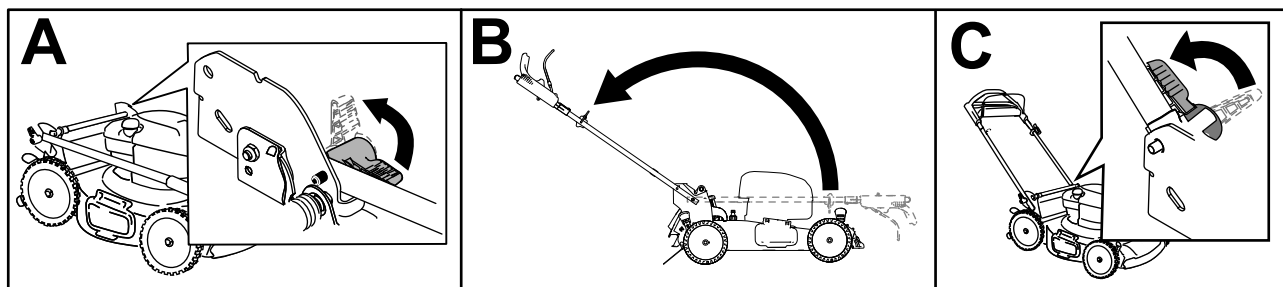

Bild 3
1. Entriegeln Sie den Griff (A in Bild 3).
2. Stellen Sie den Griff nach hinten in die Betriebsstellung (B in Bild 3).
3. Stellen Sie die Griffarretierung ein, bis der Stift einrastet und den Griff in der Betriebsstellung arretiert (C in Bild 3).